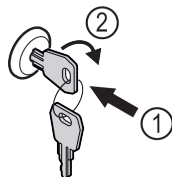

Fig. 114
- ▶ Sæt nøglen i Fig. 114 (1).
- ▶ Drej nøglen 90° med uret Fig. 114 (2).